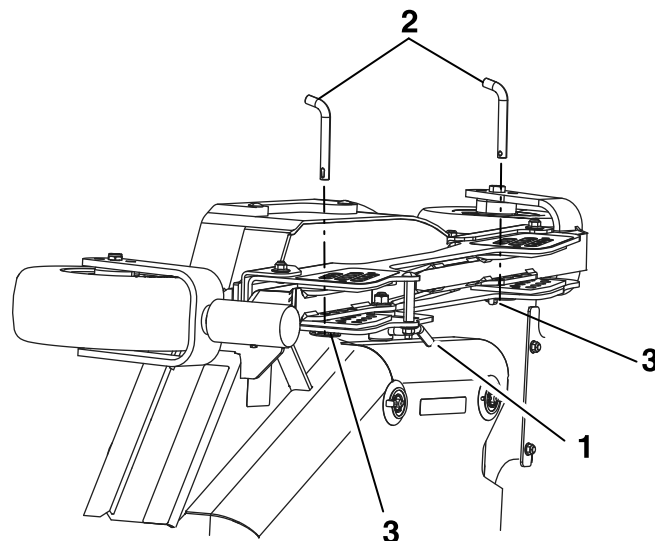

Figure 27
- B. Débloquez les verrous à came situés sur le profilé de hauteur de coupe du tablier latéral (Figure 27).
- B. Placez le tablier latéral à la hauteur adéquate et reposez les goupilles de hauteur de coupe et les goupilles à anneau (Figure 27).